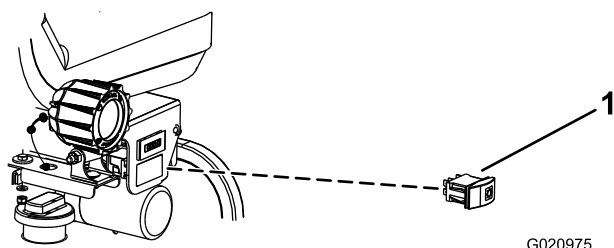

Figura 2
- Instale el interruptor de las luces en el hueco situado en el lado izquierdo del reborde de la base del asiento (Figura 2).